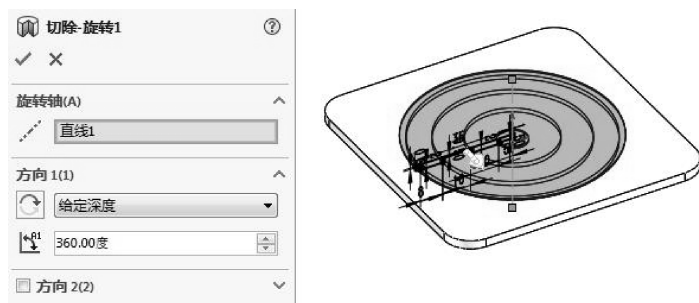

图 7-91 创建旋转切除特征
- 08 退出草图模式后，采用默认的设置，创建切除特征，如图 7-91 所示。